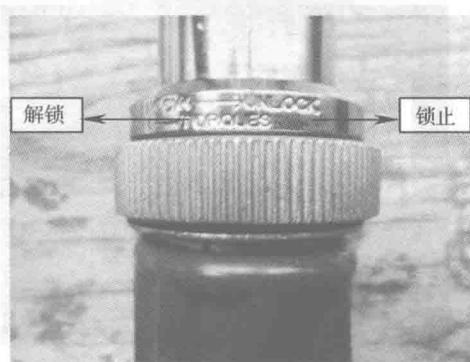

图 1-1-13 扳手解锁与锁止
- 2) 逆时针转动扳手的锁止装置使扳手解锁（图 1-1-13）。